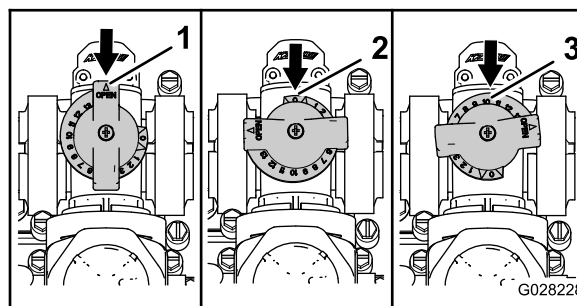

Figura 31
- La valvola di bypass dell'agitatore è in posizione completamente aperta come illustrato in A di Figura 31.
- La valvola di bypass dell'agitatore è in posizione chiusa (0) come illustrato in B di Figura 31.
- La valvola di bypass dell'agitatore è in posizione intermedia (regolata in relazione all'indicatore della pressione per il sistema di irrorazione) come illustrato in C di Figura 31.